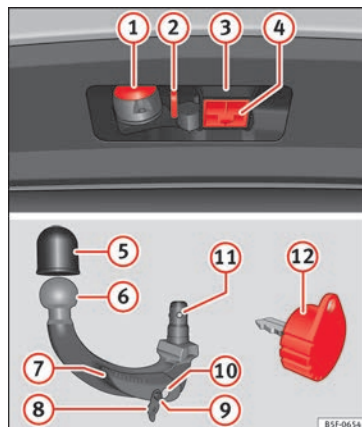

Fig. 232 Support du dispositif d'attelage pour remorque/boule amovible/clé
Légende de la » fig. 232
- Retirez le cache du logement du crochet (4) » fig. 232 vers le bas.